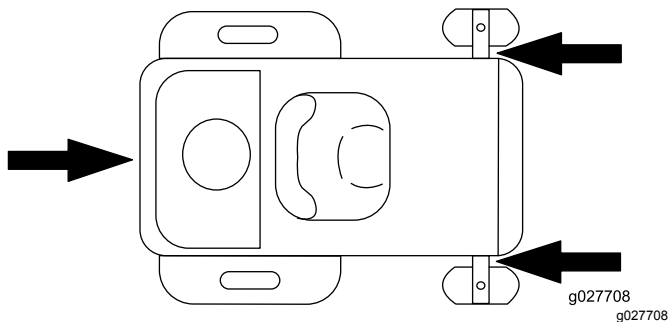

Figure 19
5. Arrimez la machine près des roues pivotantes avant et du pare-chocs arrière (Figure 19).